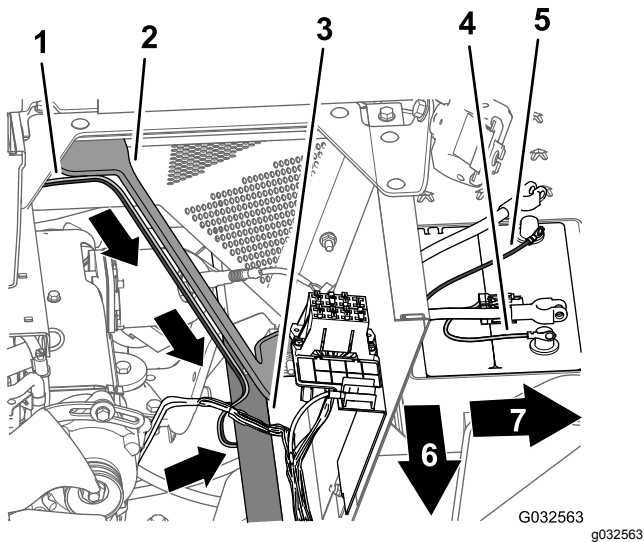

图 111
3. 向下沿着发动机挡板左支撑架并在左机架管的下方摆放 165cm 线束支管图 111。
4. 将 165cm 线束支管的 50A 保险丝和正、负极环形端子放到电池顶部图 111。